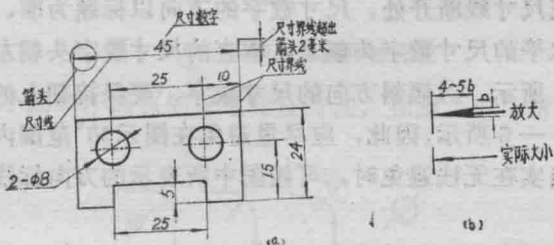

图 1—3
(1) 机械图样中的尺寸以“毫米”为单位,在图样上不需要标注“毫米”两个字。机件的真实大小应以图样上所注的尺寸数值为依据,与图形的比例和准确性无关。
(2) 一个完整的尺寸一般应由尺寸线、尺寸界线、尺寸数字和箭头所组成,如图 1—3 所示。